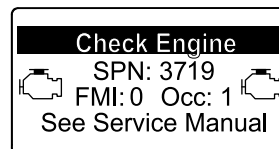

Figure 42
- Si une régénération d'urgence est nécessaire, l'InfoCenter affiche l'avertissement moteur SPN 3719, FMI 16 (Figure 42) et le calculateur moteur réduit la puissance du moteur à 85 %.